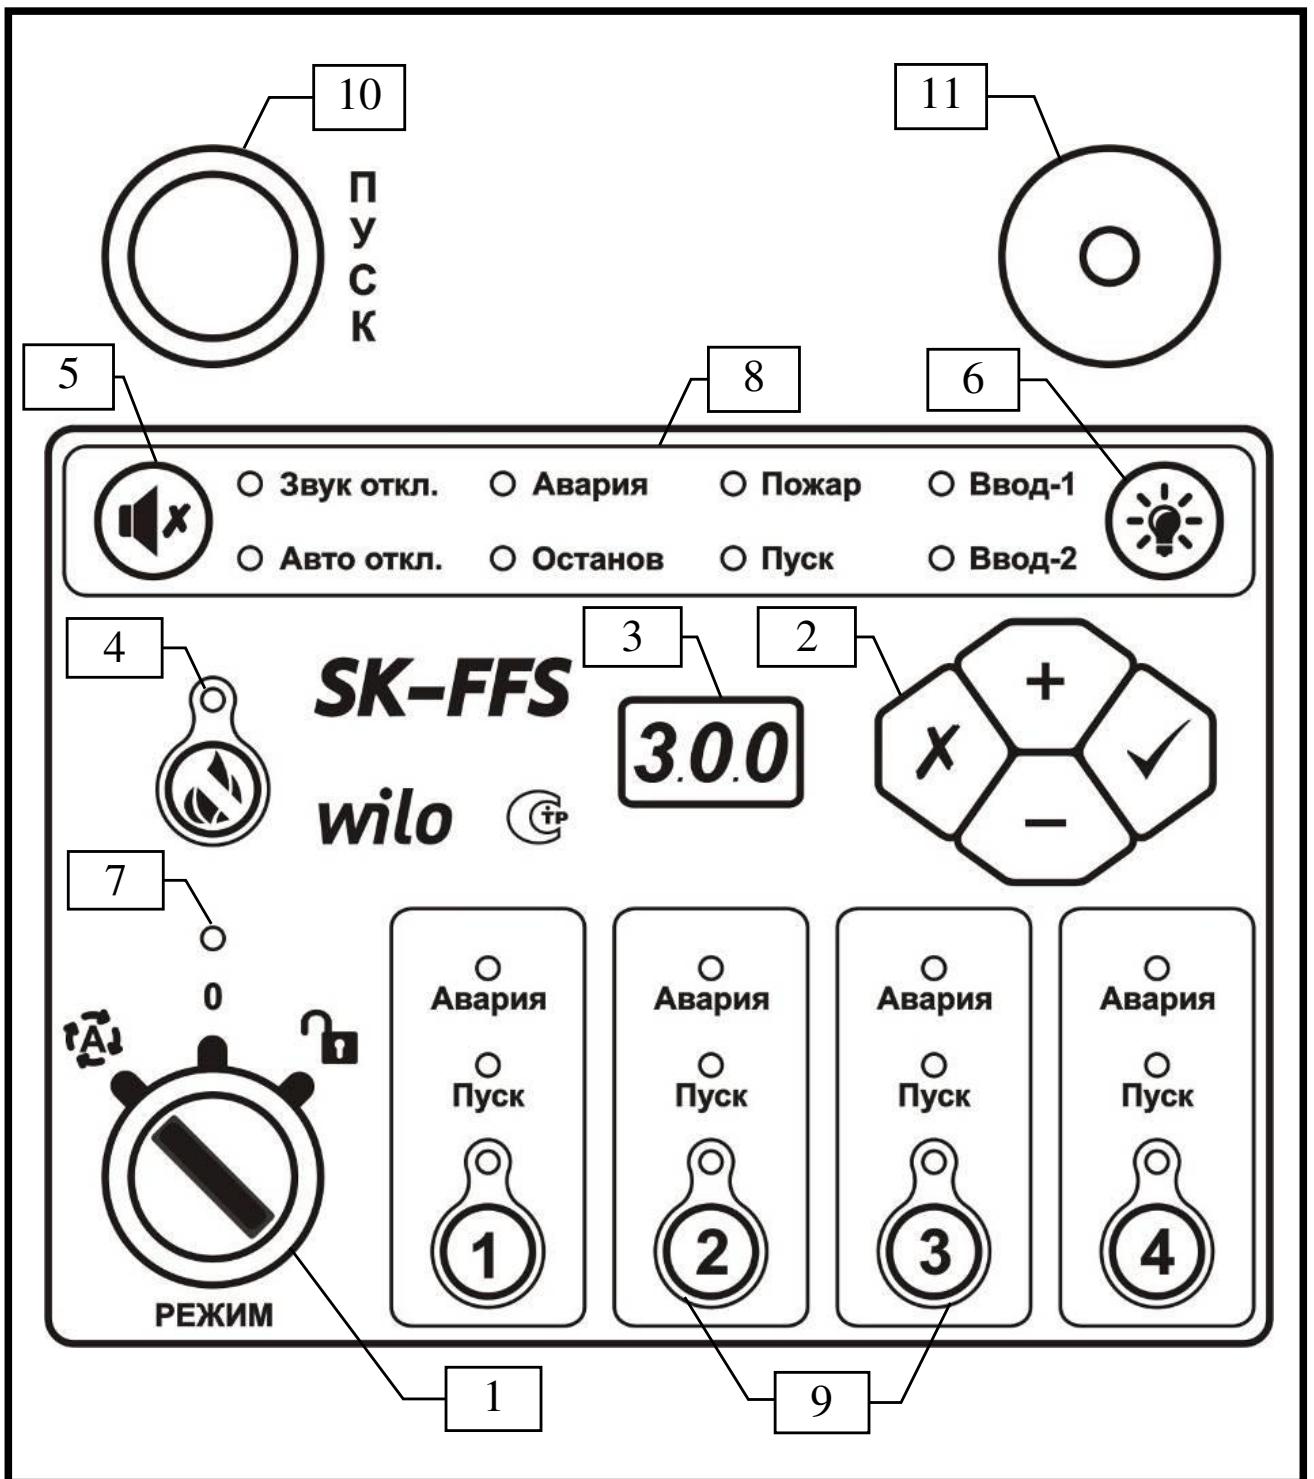

Рис.2 Лицевая панель прибора
5.2 Лицевая панель прибора (рис. 2)